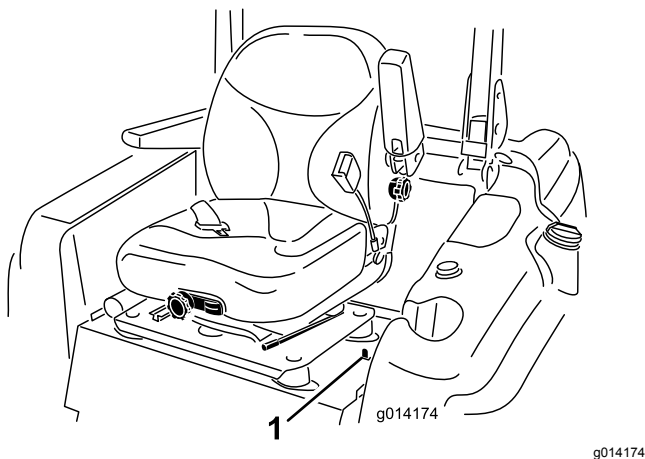

Рисунок 16
1. Для разблокировки сиденья отведите назад фиксатор сиденья, расположенный на левой стороне сиденья, и потяните вперед за верх сиденья (Рисунок 16).